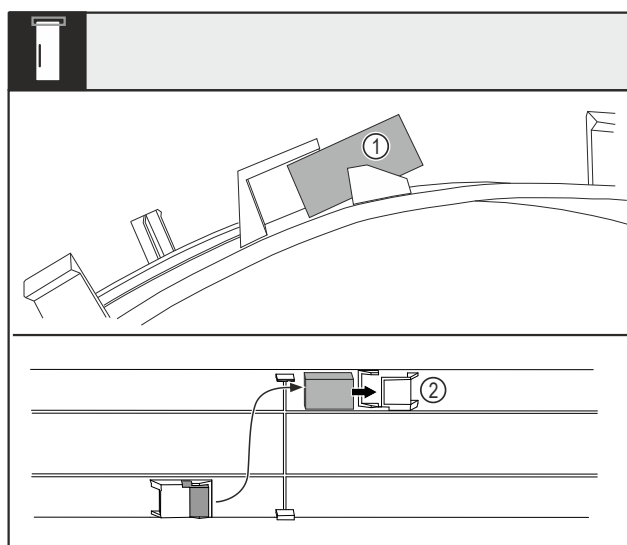

Fig. 5
- Afdekking buigen en deurmagneet Fig. 5 (1) uit het nest trekken.
- Deurmagneet in het andere nest Fig. 5 (2) schuiven.